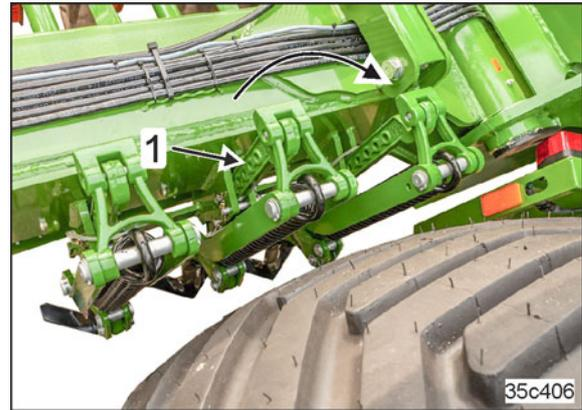

Рис. 197
2. Установите требуемую рабочую глубину, переставив следорыхлители (Рис. 197/1).